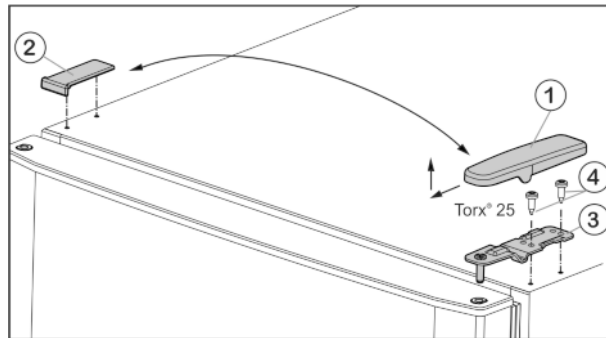

Fig. 5
- Retirer le cache Fig. 5 (1) par l'avant et le haut.
- Soulever le cache Fig. 5 (2).
- Dévisser le support de palier supérieur Fig. 5 (3) 2 fois Torx® 25 Fig. 5 (4) et le retirer par le haut.
- ▶ Placer le support de palier supérieur Fig. 5 (3) sur le nouveau côté de la charnière et dans la porte.
- ▶ Revisser le support de palier (en appliquant un couple de 4 Nm) (2 Torx® 25) Fig. 5 (4). Utiliser au besoin une visseuse sans fil.
- ▶ Replacer le cache Fig. 5 (1) du côté opposé par l'extérieur et l'enclencher.
- ▶ Replacer le cache Fig. 5 (2) du côté opposé par le haut et l'enclencher.